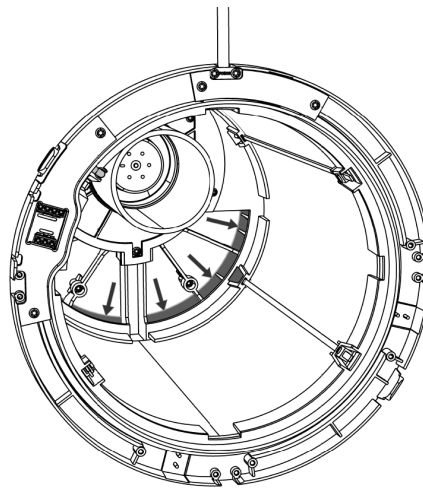

Abbildung 16 - Das Loch in der Wand und den Grobfilter auf der Rückseite vorsichtig absaugen
4. Das Loch in der Wand vorsichtig aussaugen, um Staub und Schmutz zu entfernen. Achten Sie besonders auf den hinteren Teil, wo sich ein äußerer Grobfilter befindet, siehe die Pfeile auf nachstehender Abbildung 16 unten.